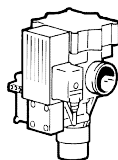

Fig. 9
**Válvula Electroneumática:** normalmente combinada al Mini-Separador, es indicada para los equipos de aire y de húmedo, fig. 9.